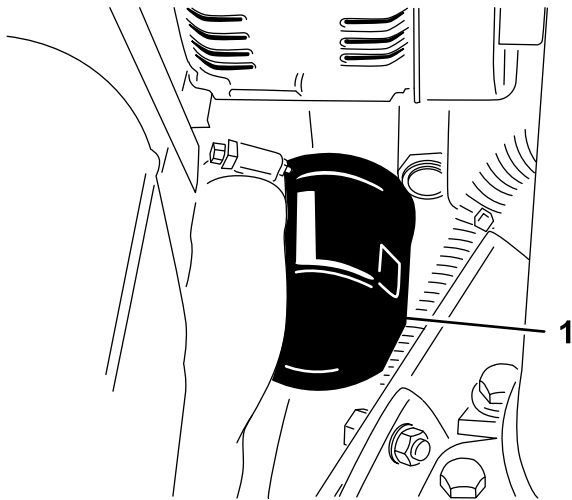

Figura 46
2. Retire el filtro de aceite (Figura 46). Aplique una capa ligera de aceite limpio al filtro nuevo antes de enroscarlo. **No apriete demasiado.**